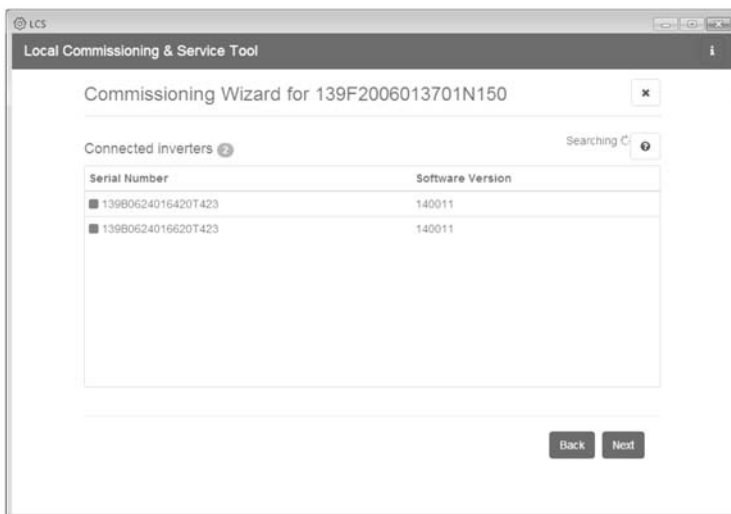

Figura 5.5 Tool LCS - Elenco degli inverter collegati
6. Viene visualizzato un elenco di inverter identificati dall'Inverter Manager selezionato. V. figura 5.5.